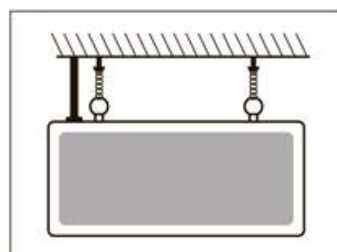

Рисунок 3.
- Установка светильника в подвесном положении осуществляется с помощью монтажных колец, расположенных в верхней части корпуса светильника (Рис.3).